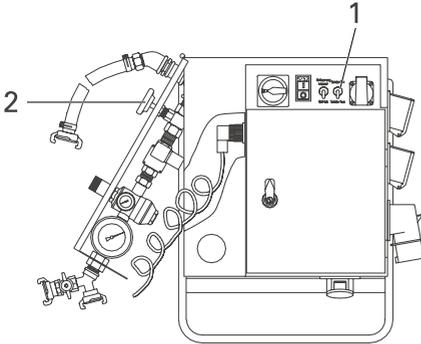

Abb. 16: Schaltschrank -MRS
- Stellen Sie den Kippschalter (Abb. 16, 1) auf „mit Sonde“.